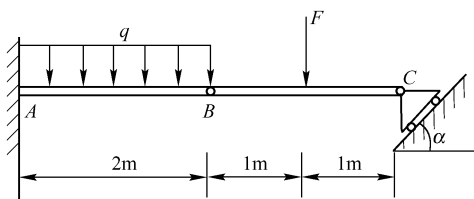

图 20
5. 组合梁由梁 AB 和 BC 用中间铰 B 连接而成，支撑和载荷情况如图 20 所示。已知： $F = 20\text{kN}$ ， $q = 5\text{kN/m}$ ， $\alpha = 45^\circ$ 。试求支座 A 、 C 的约束反力。